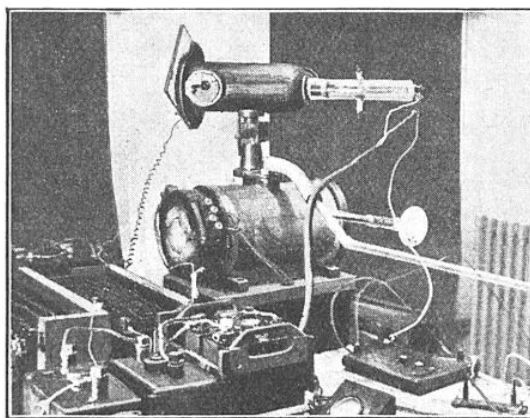

FIG. 8. — APPAREIL A CONCENTRATIONS MAGNÉTIQUES DES FAISCEAUX D'ÉLECTRONS LENTS DE J. THIBAUD
Enfin, il faut signaler qu'un ensemble de conceptions nouvelles, qui a pris, depuis, un développement considérable en Allemagne, en Angleterre, aux Etats-Unis, la « mécanique ondulatoire », est né grâce à Louis de Broglie, en marge de ce laboratoire. Un des concepts initiaux est l'assimilation de la propagation du corpuscule, du grain d'électricité, l'électron, à celle d'un faisceau de lumière (1). La figure 8 représente un appareil de l'auteur, dans lequel cette propriété se manifeste expérimentalement :